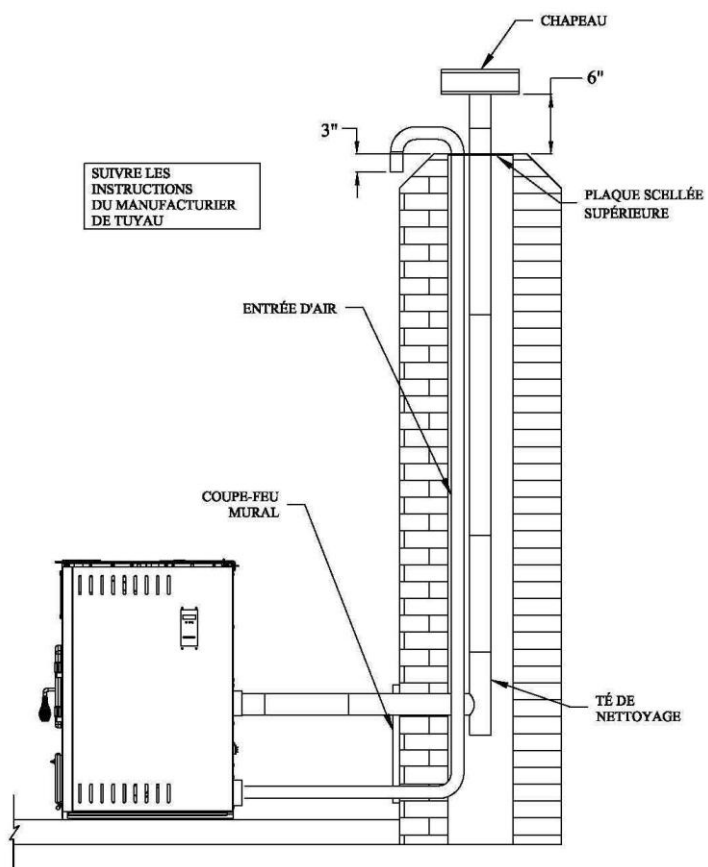

Figure 16
(Voir figure 16)
4. Installez un "té" dans la partie inférieure du tuyau d'évacuation jusqu'à ce que le centre de la buse de raccordement du "té" soit aligné avec le centre du trou dans la maçonnerie, tel que montré à la figure 16.